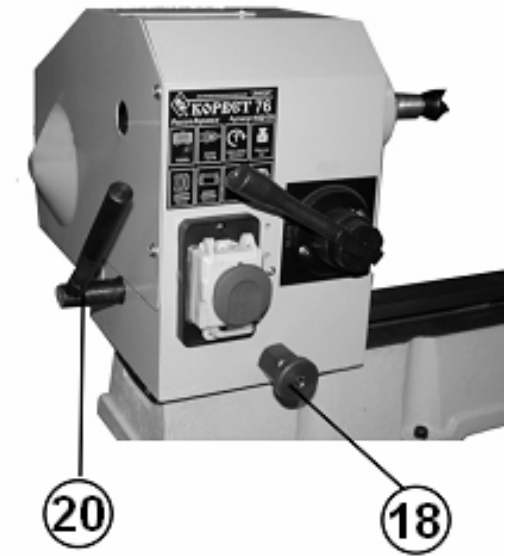

Рис.11
**9.2. Установка позиции передней бабки (Рис. 11)**